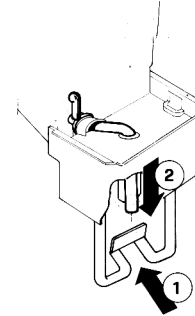

figure 16
- 4 - Pousser (1) le levier de débit et tirer vers le bas (2) le tuyau jusqu'à quand il sera bien placé (voir figure 16).